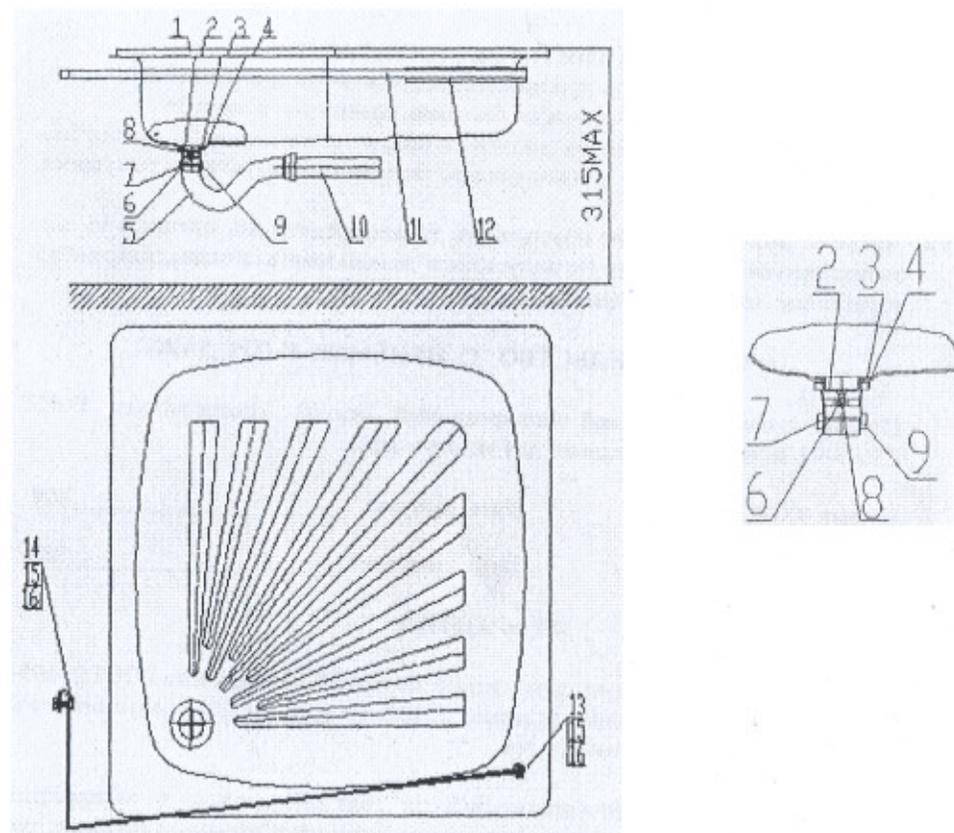

Рис.1
Монтаж поддона производится согласно рис.1
- 4.4 Корпус поддона установите на подставку или на кирпичную кладку, обеспечив расстояние от пола до верхней поверхности поддона не более 315 мм (см. рис.1). При этом отвод сифона 10 должен попасть в раструб фасонной части системы внутренней канализации здания.